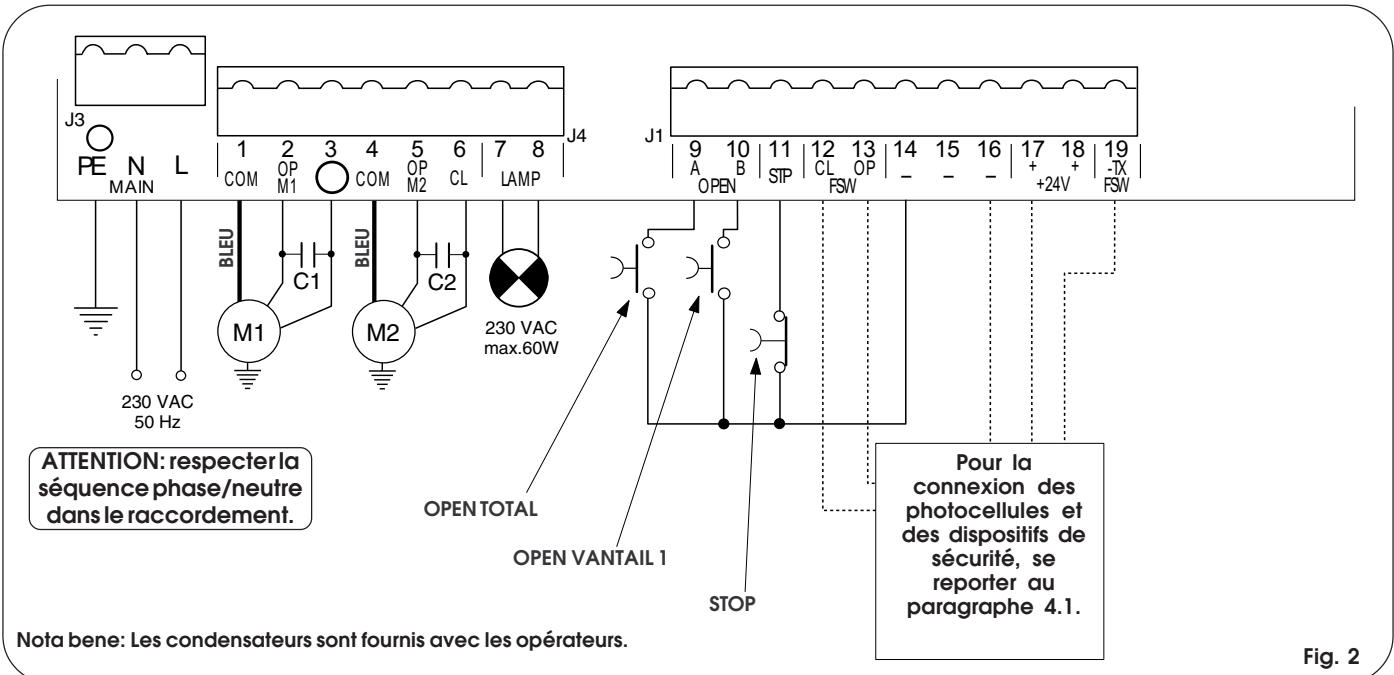

Fig. 2
- Connecter la terre à la borne spécifique prévue sur le connecteur J3 de la platine (voir fig.2).
4.2. Bornier J3 - Alimentation (fig. 2)
4.3. Bornier J4 - Moteurs et feu clignotant (fig. 2)
4.4. Bornier J1 - Accessoires (fig. 2)